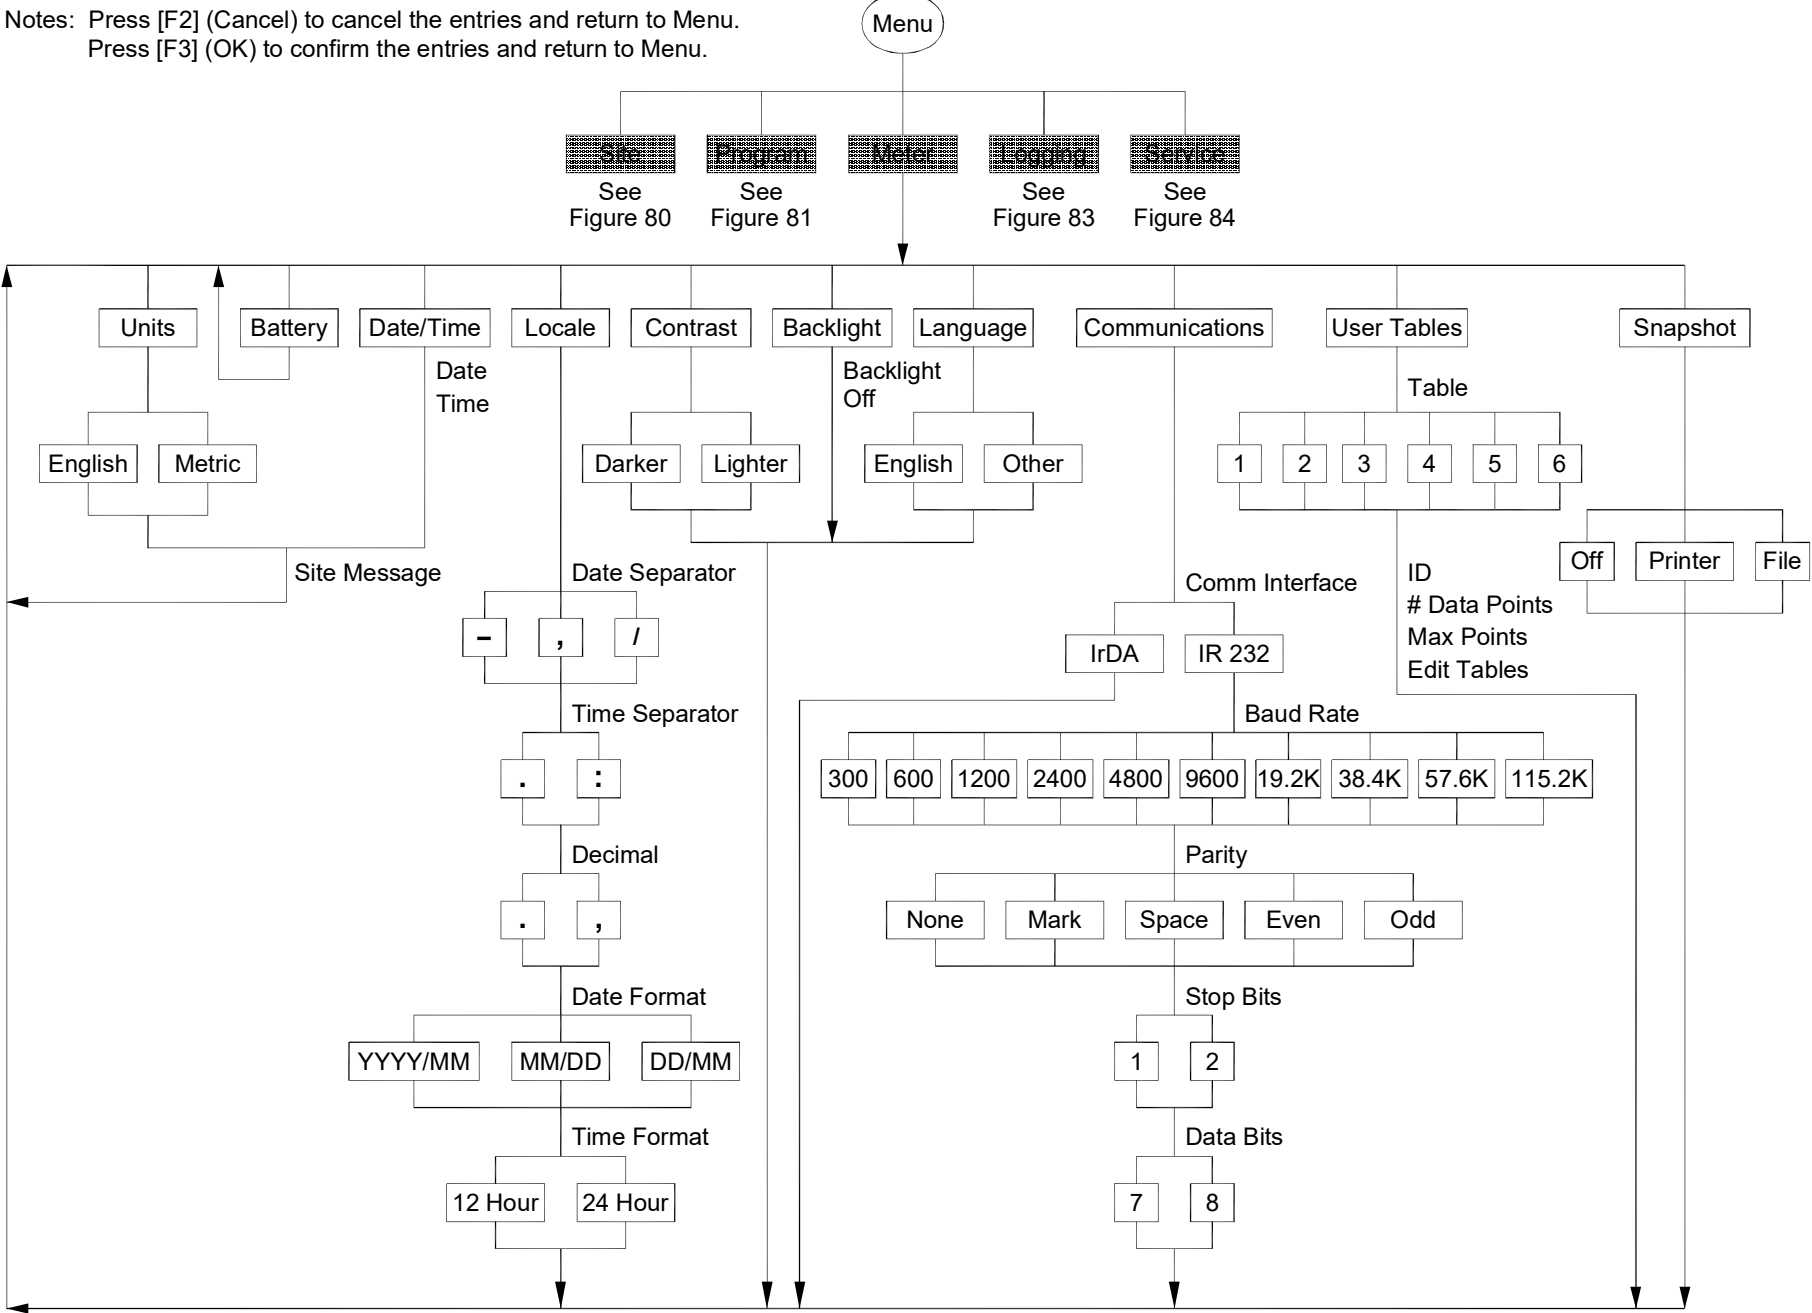

Figure 82: Meter Menu
- The Meter Menu - *Figure 82*